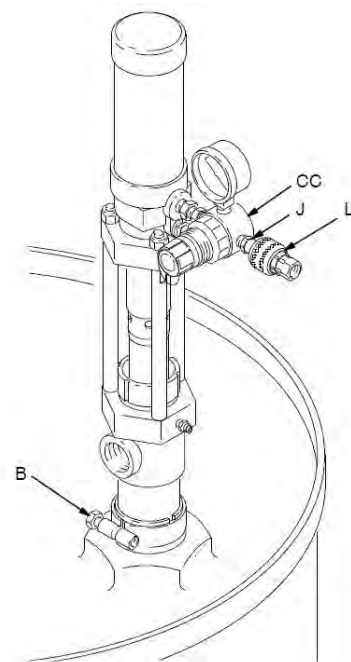
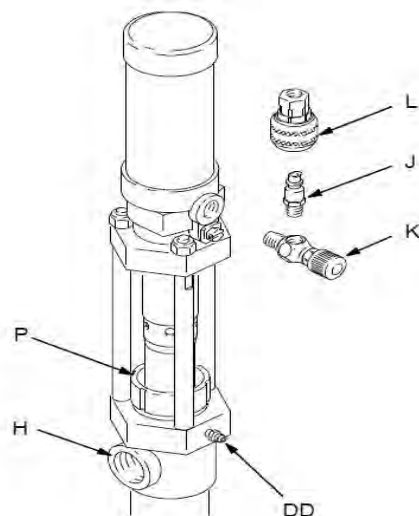

图 3
图 5
大多数型在泵的进气口处配有喷针型空气控制阀 (K)。226951 型配备了空气调节器套件 (CC) (参见图 3)。所有型号都配有空气管路快速断开接头 (L)，用于将空气管路连接到泵和附件。
在空气阀 (K) 或调节器 (CC) 关闭的情况下，打开气源并连接空气管路耦合器 (L)。请参见图 3 或图 5。确保所有分注阀都打开。
在湿杯 (P) 中注入半满的固瑞克喉管密封液 (TSL) 或兼容溶剂并保持半满，以防止流体在活塞杆上变干并损坏泵喉管密封。参见图 5。
当您泵送非润滑流体或停机超过几天时，请经常润滑喉管密封。一些泵配备了用于此目的的润滑脂接头 (DD)。参见图 5。
定期检查密封螺母 (P) 的松紧度。释放压力，然后拧紧以防止泄漏；无需进一步拧紧。参见图 5。如果泄漏无法停止，请更换密封以防止接触到被泵送的流体。